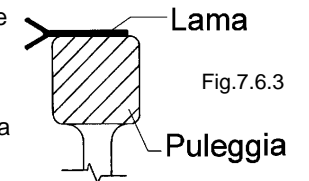

Fig. 7.6.3
- Verificare il posizionamento della lama sulle due pulegge: la lama deve appoggiarsi sulle due pulegge ad esclusione del tratto affilato che deve sporgere dalla puleggia (Fig. 7.6.3). Ruotare le due pulegge manualmente e verificare il corretto posizionamento della lama.